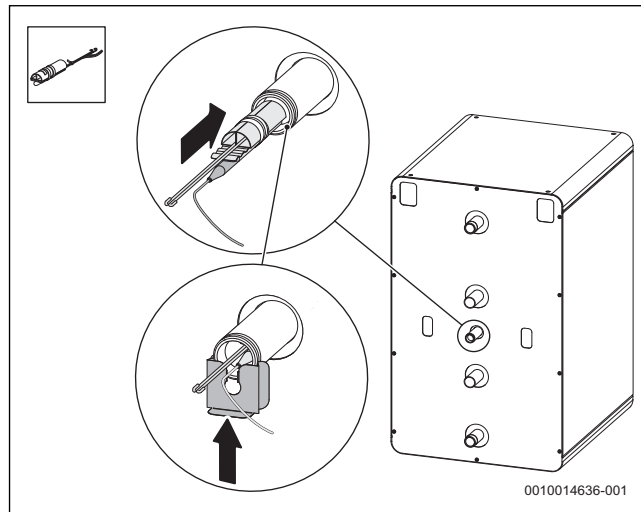

Fig. 67 Raccord du bulbe de l'aquastat ECS
- Installer le bulbe de l'aquastat ECS (→ Fig. 67). S'assurer que le bulbe est en contact sur toute sa longueur dans le logement du doigt de gant.